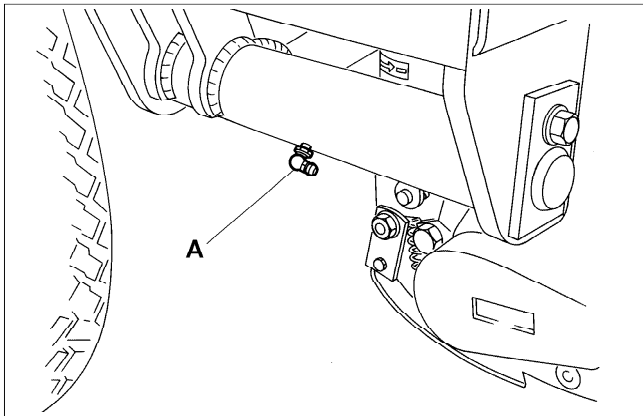

Fig.29
- (b) Hintere Hubarmlagerung (A Bild 29)
- (b) Perni del braccio di sollevamento posteriore (A Fig. 29)